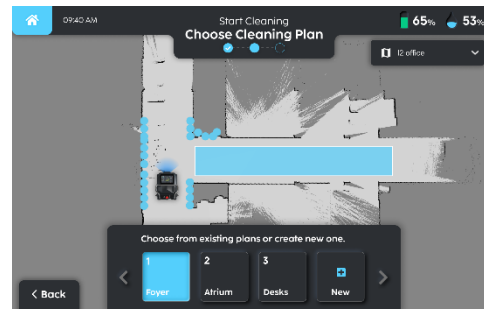

Fig. 4
4. La position du SCRUB R3 sur la carte est indiquée par une flèche (Fig. 4). Les points et les segments sur la carte reflètent la vision du robot à travers le LIDAR.